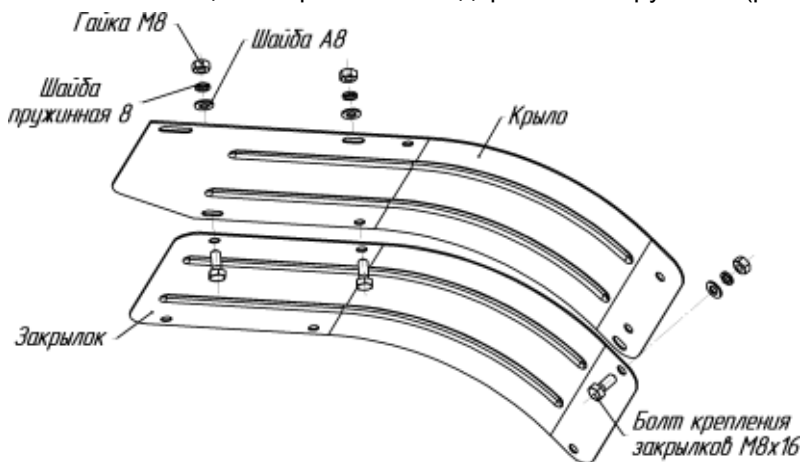

Рис.11 Схема крепления закрылков
закреплены с помощью исправного стандартного инструмента (рис.11).
10. При работе с фрезами-культиваторами необходимо установить закрывки (рис.11).